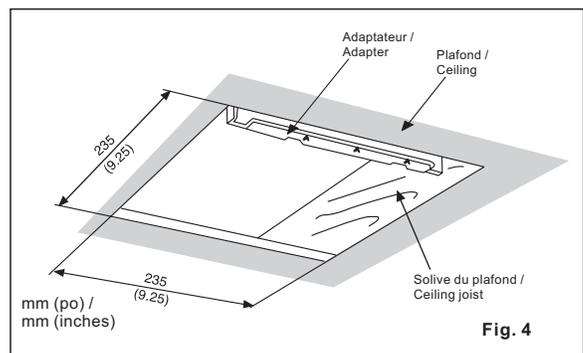

Fig. 4
- Réaliser un trou dans le plafond (voir Fig. 4).
- Remove ceiling section. (Fig.4)